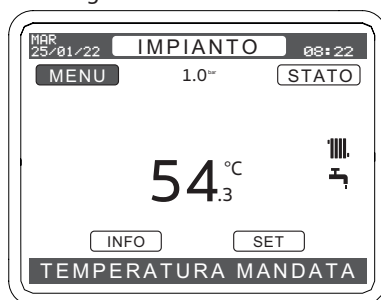

Figura 7.17
- Premere il tasto (∧) per spostarsi nel campo "MENU" Figura 7.17.